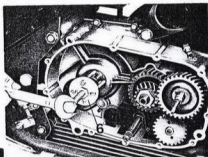

Abb. 15
- der innere Ring des Lagers auf der Primärwelle, unter Verwendung des Abziehers Nr. 10906900 (6 aus Abb. 15), die Bolzen dieses Werkzeugs werden auf den Druckring des Antriebszahnrades (Bronze) geschraubt;